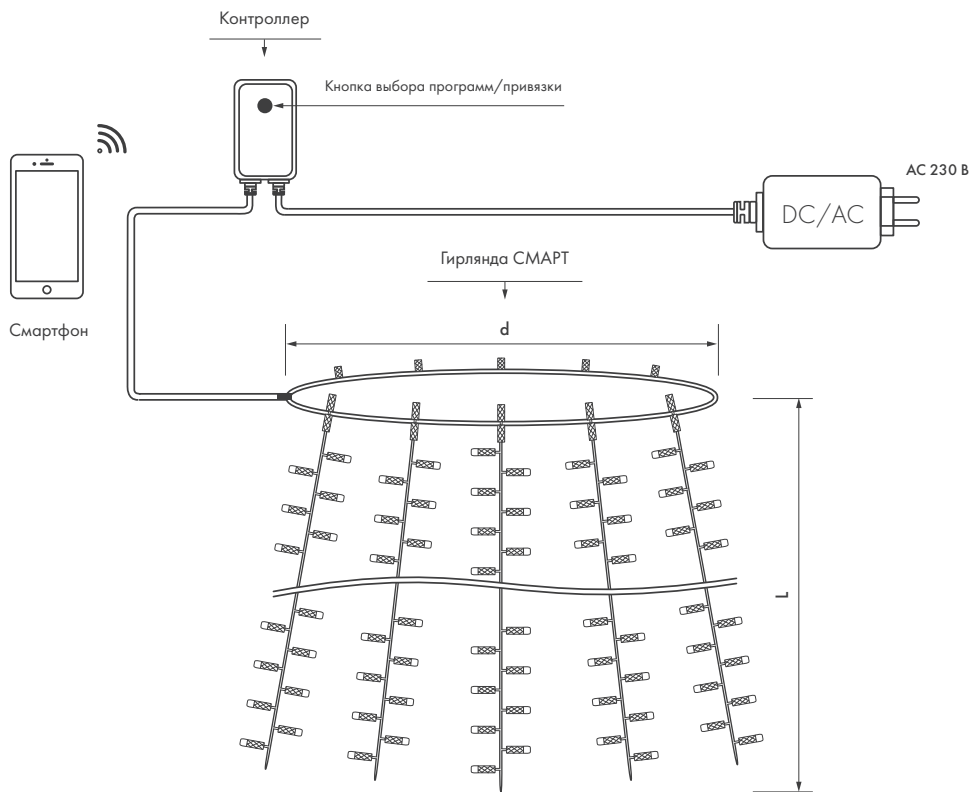

Рис. 1. Схема подключения гирлянды
3.2. Подключите гирлянду к сети электропитания AC 230 В при помощи кабеля питания (в комплекте) согласно схеме, представленной на рис. 1.